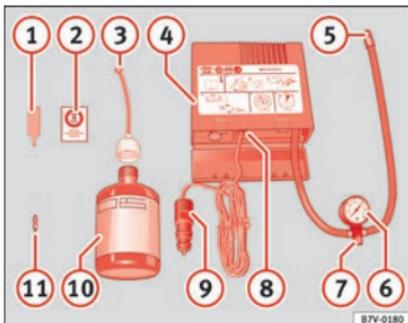

Fig. 67 Representación estándar: contenido del kit antipinchazos.
- Desenrosque la caperuza y el obús de la válvula del neumático. Utilice el aparato » fig. 67 ① para extraer el obús. Colóquelo en una superficie limpia.
- Agite con fuerza la botella de sellante de neumáticos » fig. 67 ⑩.
- Enrosque el tubo de inflado » fig. 67 ③ en la botella de sellante. El precinto de la botella se romperá automáticamente.
- Retire el tapón del tubo de llenado » fig. 67 ③ y enrosque el extremo abierto del tubo en la válvula del neumático.
- Vuelva a colocar el obús con el aparato » fig. 67 ① en la válvula del neumático.
- Enrosque el tubo de inflado del neumático del compresor » fig. 67 ⑤ en la válvula del neumático.
- Compruebe que el tornillo de evacuación de aire está cerrado » fig. 67 ⑦.
- Acople el conector » fig. 67 ⑨ a toma de corriente de 12 voltios del vehículo » ícono pág. 165.
- Conecte el compresor de aire con conmutador ON/OFF » fig. 67 ⑧.